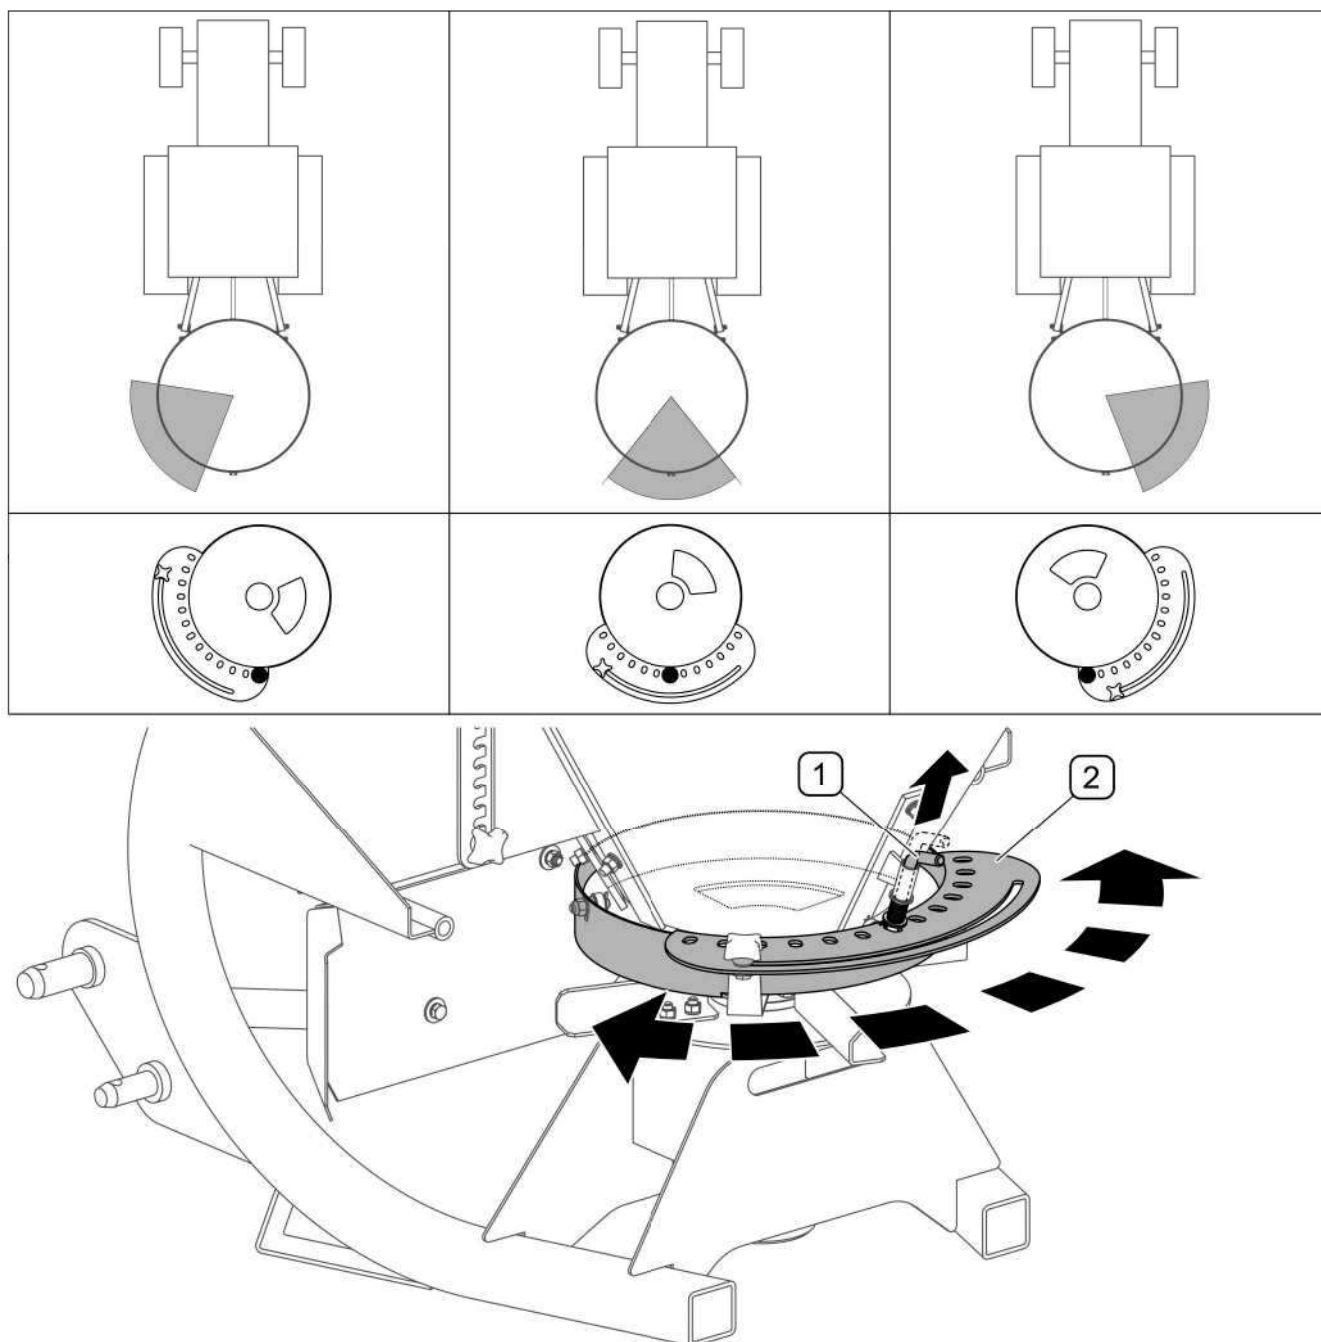

РИСУНОК 4.6 Регулирование направления посыпки
(1) - страховочная чека; (2) - шкала регулирования направления
Для регулирования направления посыпки (РИСУНОК 4.6) необходимо вынуть страховочную чеку (1) и повернуть шкалу (2) вокруг вертикальной оси бункера. Установленную в нужном положении шкалу необходимо заблокировать от случайного перемещения, вкладывая чеку в соответствующее отверстие в шкале. Вставляя чеку (1) в центральное отверстие на шкале (2), получим симметричный разброс по отношению к оси передвижения трактора. С целью достижения асимметричного